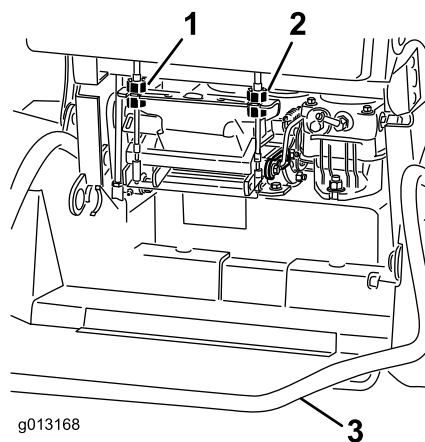

Figura 57
4. Ruotate il dispositivo di regolazione del cavo destro in modo da posizionare il comando di movimento destro al centro della fessura di blocco in folle del pannello di controllo. Poi, ruotate il dispositivo di regolazione del cavo sinistro per impostare la velocità della ruota sinistra alla velocità della ruota destra precedentemente impostata. (Figura 57).